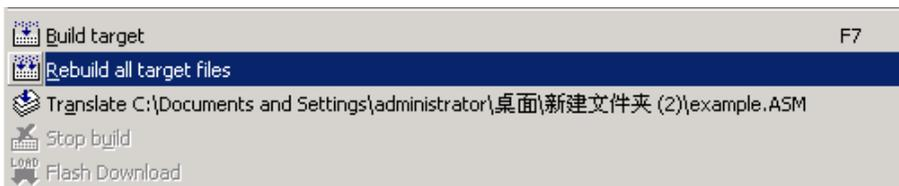

图 1-21 Rebuild all target files
13) 编译程序，选择【Project】/【Rebuild all target files】选项，如图 1-21 所示。